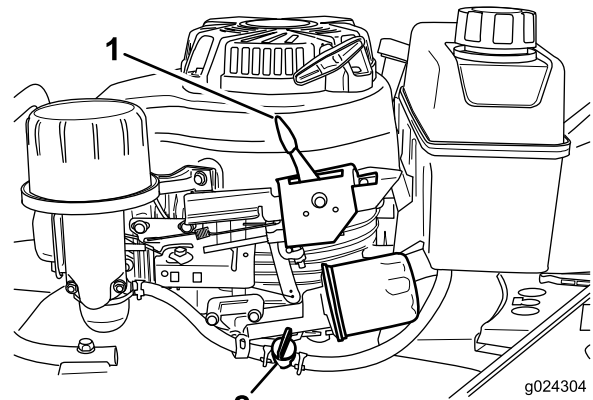

Bild 13
2. Öffnen Sie den Kraftstoffhahn (Bild 13).
3. Stellen Sie den Gasbedienungshebel (Bild 13) auf die Choke-Stellung.
Lassen Sie den Schaltbügel los und stellen Sie den Gasbedienungshebel (Bild 13) auf die Stopp-Stellung.
Hinweis: Schließen Sie den Kraftstoffhahn (Bild 13), wenn Sie den Motor nicht bald wieder anlassen.